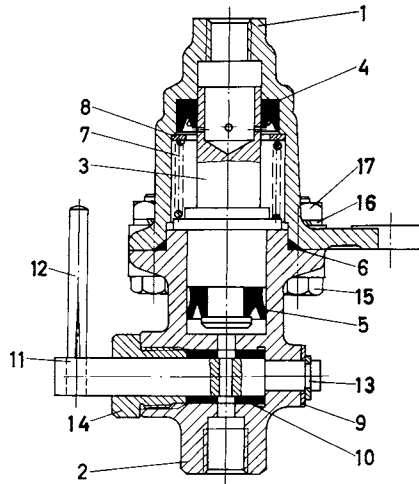

Abb. 1 (entnommen Ersatzteilblatt 432 001 - 100 Ausgabe Mai 1968)
4. Das Gewinde der Hohlschraube (14) ist vor dem Eindrehen mit der flüssigen Schraubsicherung "Loctite CV", Kenn-Nr. 83 (siehe allgemeines Blatt Pr 5) einzustreichen.
5. In senkrechter Stellung des Hebels (11) muß die Bohrung des Hebels mit der des Dichtringes (10) deckungsgleich sein (Abb. 1), um einen einwandfreien Durchlauf des Frostschutzmittels zu gewährleisten.